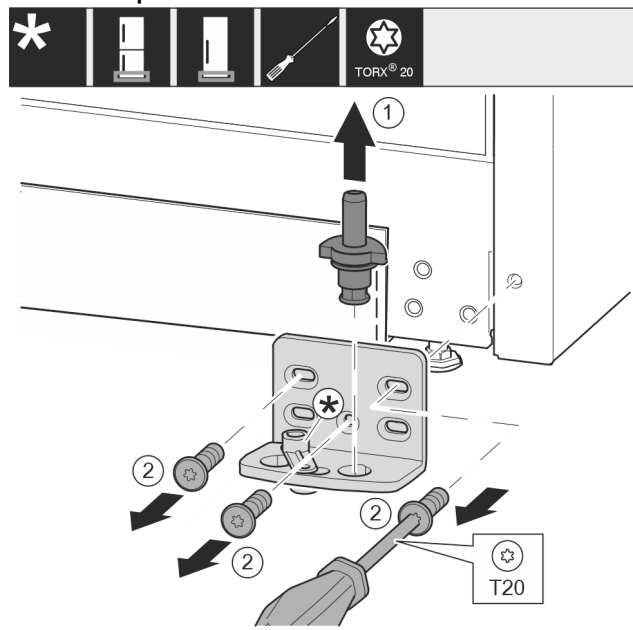

Fig. 10
- ▶ Extrageţi complet boltul de lagăr în sus. Fig. 10 (1)
- ▶ Extrageţi prin rotire şi detaşaţi şuruburile cu şurubelniţa T20. Fig. 10 (2)